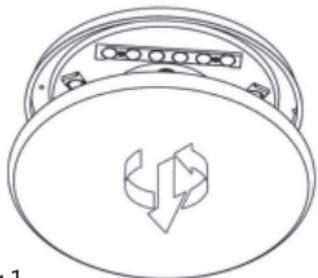

fig.1
- 1. Fig. 1:** Verwijder de koepel van de basisplaat (bajonetsluiting).